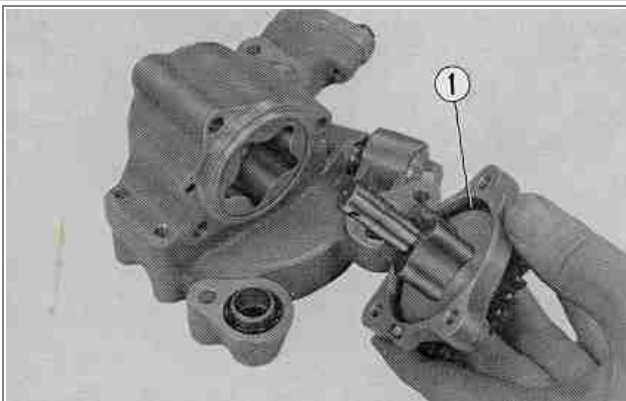

Fig 3-18 (1) "O" ring
(2) Ingranaggio pompa olio
**Nota: Non dimenticare di installare l'O-ring sul coperchietto laterale. (Fig. 3-18)**